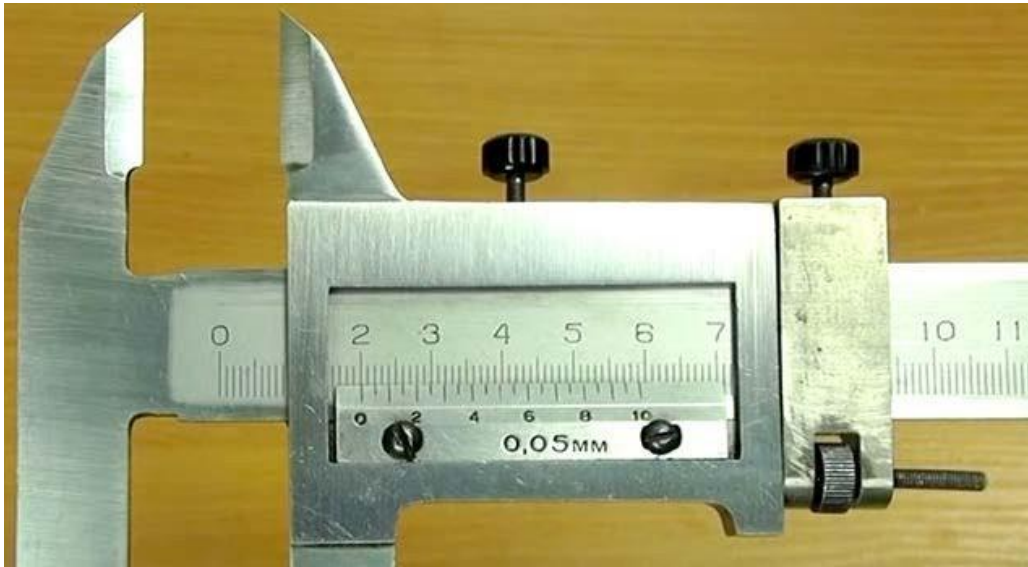

Рис.2.
14. Определить показания измерения штангельциркулем (Рис.2 ).
11. Перечислите детали штангенциркуля под цифрами: 1; 6; 9. (Рис. 2).
13. Какая зубчатая передача редуктора называется двухступенчатой (Рис. 2)? а – имеющая две шестерни постоянного зацепления и зубчатую муфту.